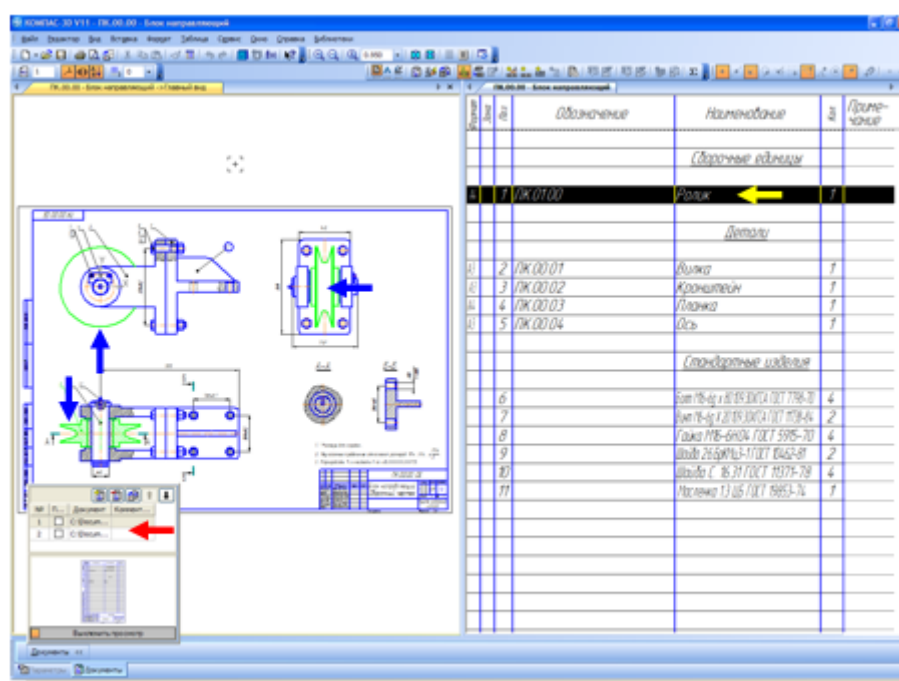

Рисунок 54.
- Нажмите кнопку Документы на Панели свойств. В окне Документы будет отображаться список подключенных к объекту документов и сами документы (красная стрелка) (рис. 54).